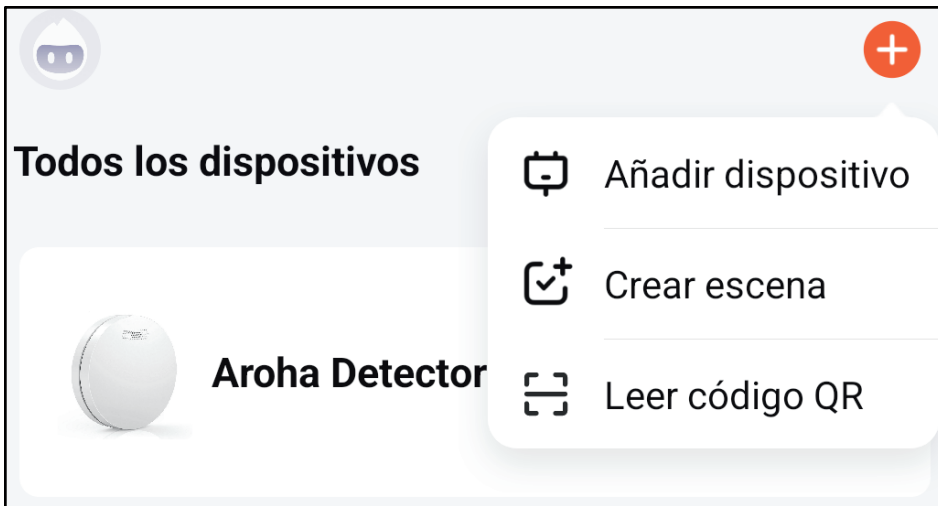

Figura 1: Agregar dispositivo en la aplicación
**Paso 5:** Haga clic en "+" en la esquina superior derecha de la pantalla de inicio de la aplicación. Luego elija "**Añadir dispositivo**", como se ve en la Figura 1. La aplicación ahora buscará automáticamente los dispositivos que estén en modo de emparejamiento. Siga los pasos descritos en la aplicación.